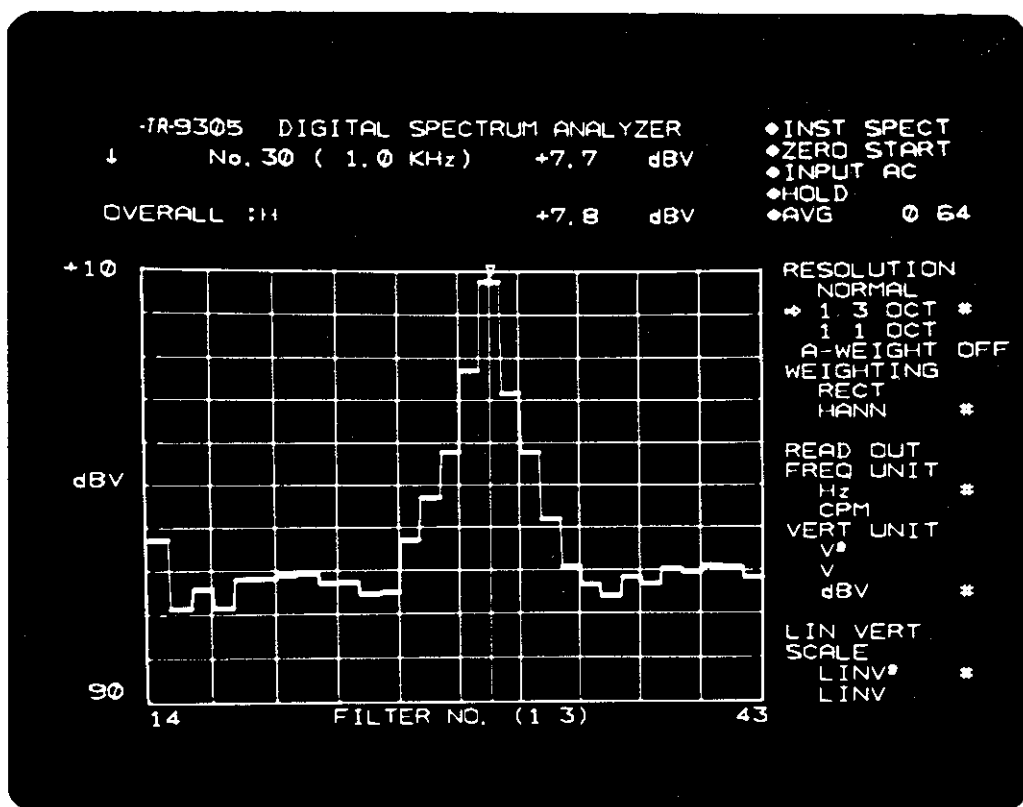

図6-15 CAL. の1/3 オクターブ分析結果
④ 「**I/O**」セクションの **EXECUTE** スイッチを押して、オクターブ分析を開始します。〔図 6-15〕
⑥ 「**SETUP**」セクションの **SCALING** スイッチを押します。
TR9305 の “**OVERALL**” 値が “**+84.0 dBEU**” となるように（〔図 6-15〕では **+7.8dBV**）“**SCALING**” の “**0 dBEU**” の値を選んで下さい。
となります。〔図 6-15, 16〕参照